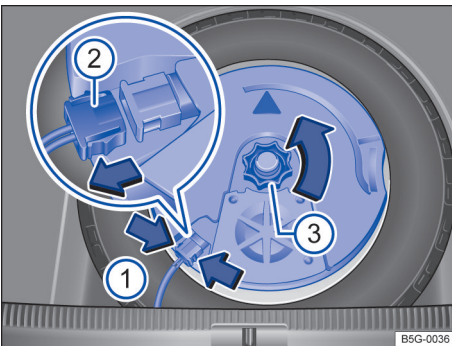

图 272 行李厢内：拆下重低音扬声器
- 用手捏住定位凸缘→图 272（箭头 ①）并压紧到止位，并断开连接插头 ②。
- 拔出连接插头 ②，并将拔出的导线放置一边。
- 将手轮 ③ 沿箭头方向拧出。